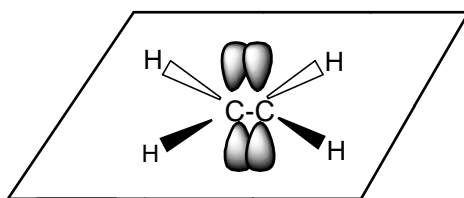

Рис. 8.2. Пространственное изображение молекулы этилена
8.3. Геометрическая (*цис-транс*-) изомерия. Геометрическая изомерия проявляется только в структурах, которым придает жесткость двойная связь или цикл. Рассмотрим причину жесткости двойной связи на примере строения молекулы этилена (рис.8.2). Связи C=C, изображаемые двумя одинаковыми черточками, являются разными по природе, хотя и объединены одним названием «двойная связь». Одна из них является σ -связью, а другая π -связью. Из четырех атомных орбиталей углерода, три находятся в состоянии sp^2 -гибридизации, образуют три одинаковые молекулярные гибридные орбитали, лежащие в одной плоскости и образующие друг с другом углы в 120° . Четвертая атомная p -орбиталь углерода остается неизменной и располагается перпендикулярно к плоскости гибридных орбиталей. P -орбиталь состоит из 2-х одинаковых половинок, одна «висит» над плоскостью гибридных орбиталей, а другая – под этой плоскостью.
На рис. 8.2 параллельные p -орбитали перекрываются сверху и снизу от плоскости, в которой лежат пять σ -связей молекулы, и образуют связь, называемую π -связью. Плоскости, в которых располагаются σ - и π -связи, перпендикулярны друг другу.